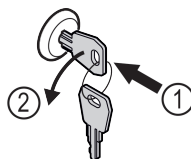

Fig. 181
- ▶ Introducir la llave. Fig. 181 (1)
- ▶ Girar la llave 90° en sentido antihorario. Fig. 181 (2)